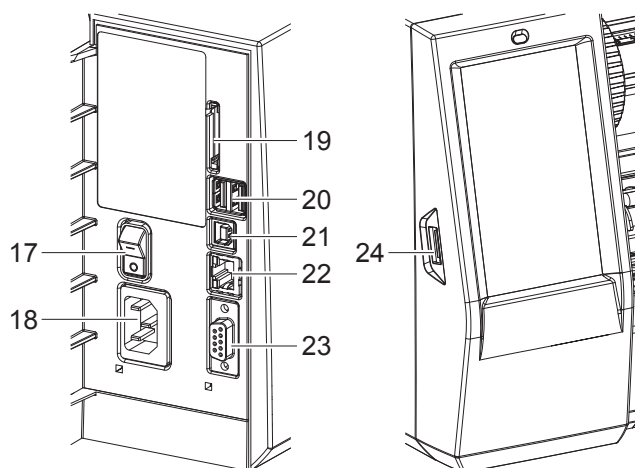

图 3 传输接口
所有标准接口和连接埠请参照图 3。
2. 请将电源线插进条码打印机电源插座 (18 / 图 3)。
- ▶ 开启条码打印机的电源开关 (17 / 图 3)。